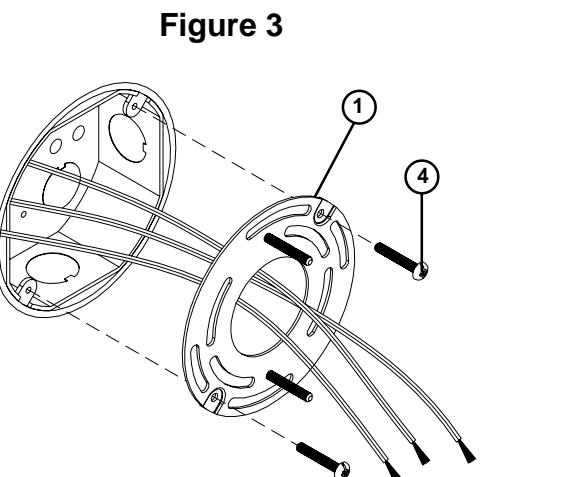

Figure 3
- With the power turned off at circuit breaker box,** position Mounting Plate (1) near the junction box and feed supply wires through center hole, position with installed Screws aligned **vertically** (after mounting) and threads facing outward. Secure using Screws #8-32x1-1/2" (4) provided. See Fig 3.
- Con la electricidad apagada en la caja de cortacircuitos,** coloque la Placa de Montaje (1) cerca de la caja de lambrido y alimente los alambres de suministro por el agujero de centro, coloque con los Tornillos instalados alineados **verticalmente** (después de montaje) e roscas mirando hacia afuera. Asegure usando Tornillos #8-32x1-1/2" (4) proporcionados. Vea el Fig. 3.